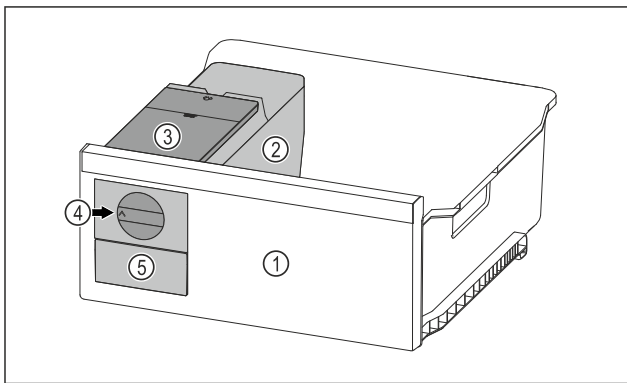

Fig. 155 Примерно изображение
- ▶ Завъртете въртящото се копче Fig. 155 (4) по часовниковата стрелка до упор.
- ▷ Ледените кубчета падат от формата за ледени кубчета в чекмеджето за ледени кубчета Fig. 155 (5).